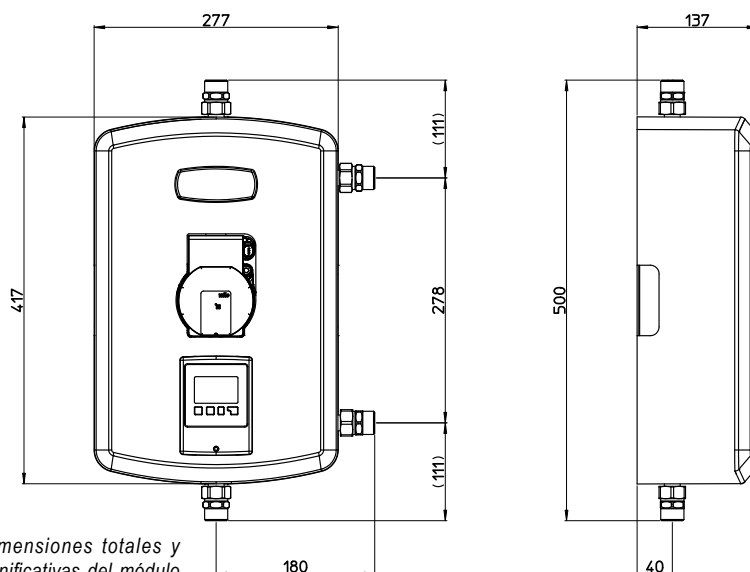

Figura 3: dimensiones totales y distancias significativas del módulo
- ✓ Conecte las tuberías según el diagrama de conexión según las indicaciones que se muestran en la Figura 3.